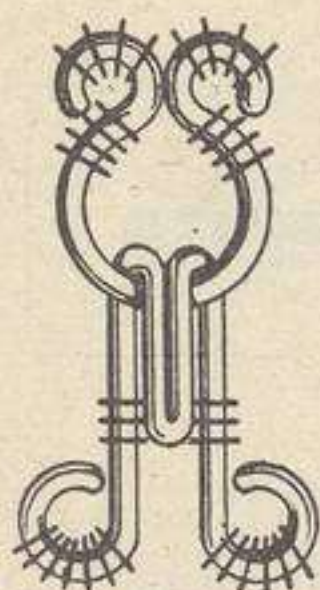

Fig. 11
**Corchetes** (fig. 11).—Se fijan con varios puntos de surjete ó de festón como lo indica la figura 11.